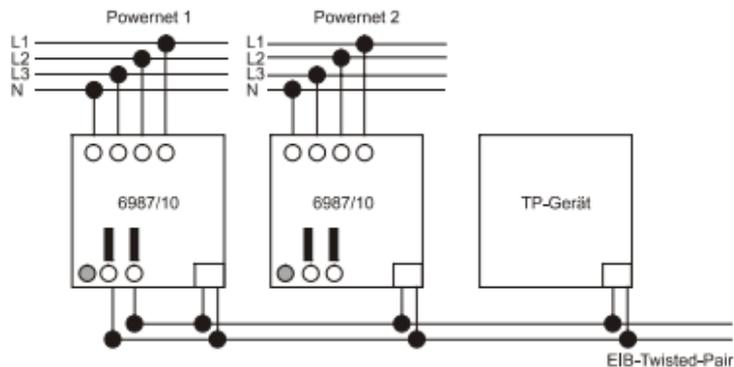

Fig. 3
2. Tensione di alimentazione bus con sistema di alimentazione interna: L'accoppiatore di sistema possiede una sorgente di tensione interna che fornisce una tensione di uscita ridotta di  $24\text{ V} \pm 5\text{ V DC}$ . Con questa tensione si possono alimentare fino a 5 altri apparecchi (accoppiatori di sistema o moduli EIB-TP) (ad esempio per accoppiare diversi settori Powernet). Per l'autoalimentazione dell'accoppiatore di sistema è necessario collegare la tensione di uscita al morsetto di allacciamento del bus (vedi fig. 3).